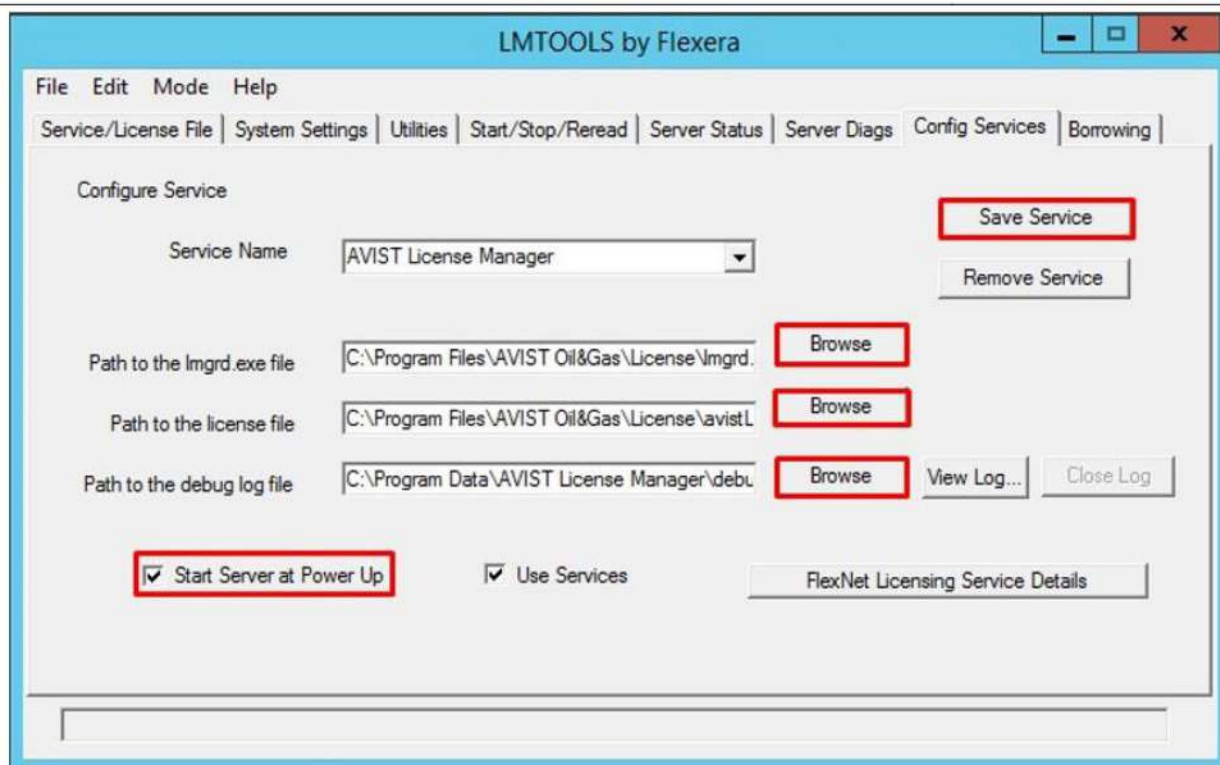

Рисунок 12 - Вкладка Config services
9) На вкладке **Config services** необходимо указать пути к следующим объектам (Рисунок 12):
10) Также необходимо включить опцию **Start server at Power Up** – она обеспечивает автоматический запуск сервиса лицензии при загрузке компьютера (Рисунок 12).
11) Сохранить сервис, нажав кнопку **Save service** (Рисунок 12).